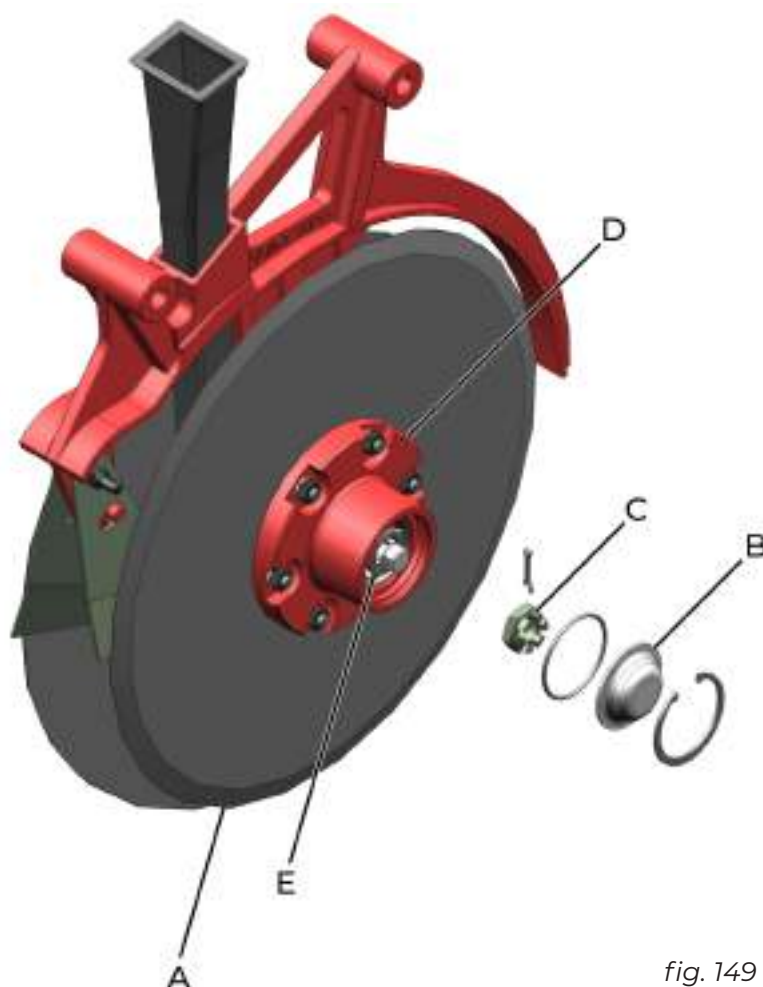

fig. 149
A cada revisão ou uma safra, realize a manutenção dos discos duplos (A) (fig. 149), cubos e rolamentos procedendo da seguinte forma:
- 1- Retire a calota externa (B), soltando a porca castelo (C);
- 2- Lave o cubo (D) e retire a graxa velha;
- 3- Verifique sempre se há folgas no cubo (D) e rolamentos (E), se houver, faça os devidos ajustes;